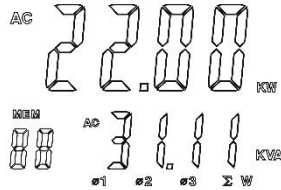

Figura 13
4. Após gravar a medição de potência da corrente da terceira fase, finalmente pressione  $\Sigma$  e espere um segundo para que se mostre a soma dos valores da potência ativa trifásica e os valores de potência aparente, como na figura 13.